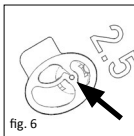

fig. 6
■ **fig. 6** Protesens klokke må sitte på basisen for fordypningen, og hodeplaten må sitte fullstendig på plass i den hertil tiltenkte utsparringen, slik at hodeplatenes øverste flate flukter med sizer diskens overflate.